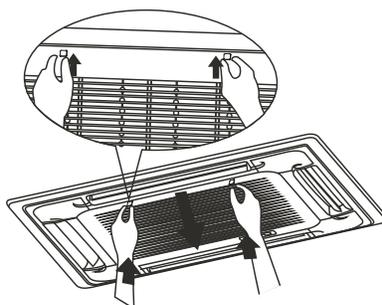

Figura 57
- Empurre as chaves da grelha simultaneamente, como indicado na figura 57. Em seguida, puxe a grelha de entrada de ar para baixo (junto com o filtro de ar) como mostrado na Fig. 58. Puxe a grelha de entrada de ar para baixo até 45° e levante-a para remover a grelha.